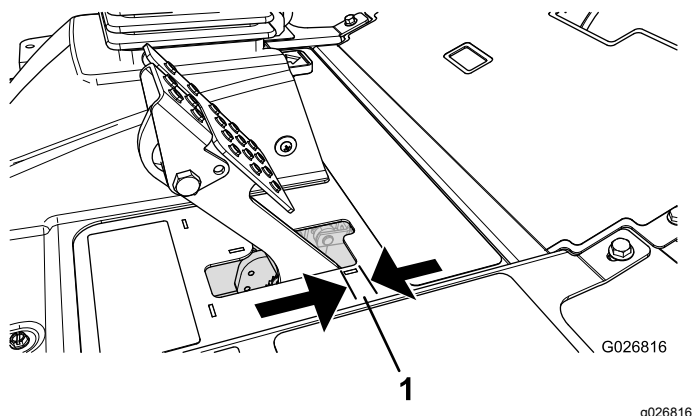

Figura 72
Ajuste os travões se o pedal do travão apresentar uma folga superior a 2,5 cm (Figura 72) ou quando os travões não funcionarem de forma eficaz. Folga é a distância percorrida pelo pedal antes de se verificar qualquer resistência ao movimento.
2. Aperte a porca traseira para deslocar o cabo para trás até que os pedais dos travões apresentem uma folga de 6,3 a 12,7 mm (Figura 72), antes de a roda bloquear.